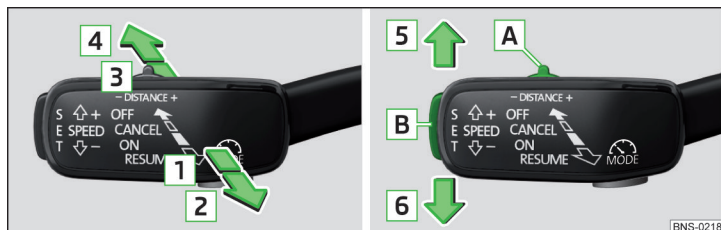

Fig. 306 Manette de commande
Aperçu des fonctions ACC, lesquelles sont commandées au moyen de la manette » fig. 306
- Actionnez la touche **SET** » fig. 306 à la page 259.
- ou : Régler la manette en position auto-rabattue **RESUME** » fig. 306 à la page 259.
- Régler la manette en position auto-rabattue **CANCEL** » fig. 306 à la page 259.
La vitesse souhaitée est réglée ou modifiée à l'aide de la manette de commande » fig. 306 à la page 259.
Le niveau d'espacement au véhicule suivi est réglé avec la manette » fig. 306 à la page 259 ou dans l'Infodivertissement » page 257, *Réglages dans l'Infodivertissement*.
➤ Régler le commutateur **DISTANCE** en position auto-rabattue – ou +– » fig. 306 à la page 259.
Un processus d'accélération peut être interrompu à tout moment en appuyant sur la pédale de frein ou sur le point de pression **CANCEL** sur la manette de commande » fig. 306 à la page 259.